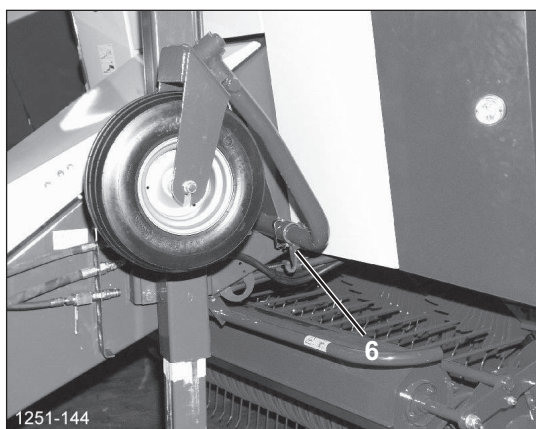

Рисунок 35
- Достаньте опорные катки подборщика [1] из держателей [5] на подборщике и вставьте в держатели [6] на дышле (Рисунок 35).